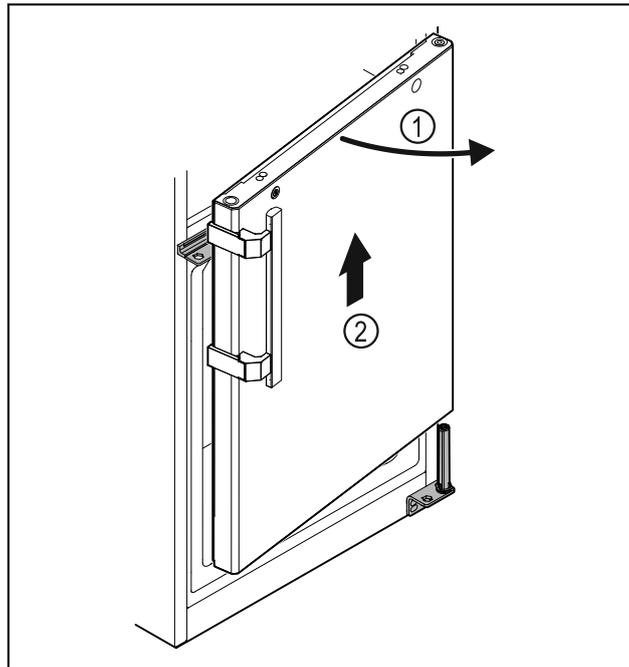

Fig. 27
- ▶ Tür Fig. 27 (1) leicht öffnen, circa 200 mm gerade nach oben heben und abnehmen Fig. 27 (2).